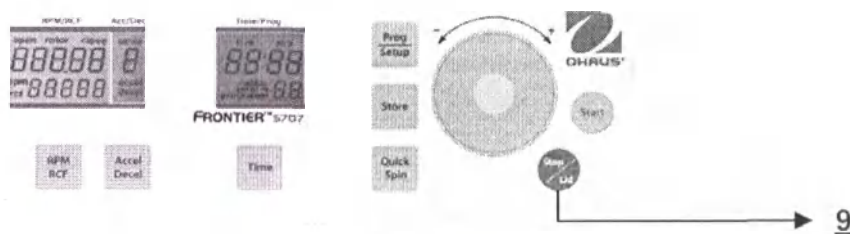

Рис. 25
Нажатием кнопки **Stop** (9) (см. рис. 25) цикл центрифугирования можно завершить в любой момент. После нажатия этой кнопки производится торможение центрифуги с заданной интенсивностью вплоть до полной остановки.